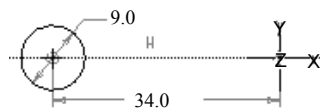

图 8.7.10 第三个截面
(4) 创建第三个截面。在系统弹出的“确认”对话框中单击 **是(Y)** 按钮；在系统为截面3 输入 y_axis 旋转角 (范围: 0 - 120) 的提示下，输入角度值 100.0 后按回车键；绘制图 8.7.10 所示的截面图形（要创建坐标系），完成绘制后，单击“确定”按钮 **✓**。
(5) 在系统弹出的“确认”对话框中单击 **否(N)** 按钮。
(6) 单击 **预览** 按钮，预览所创建的混合特征，单击 **确定** 按钮。